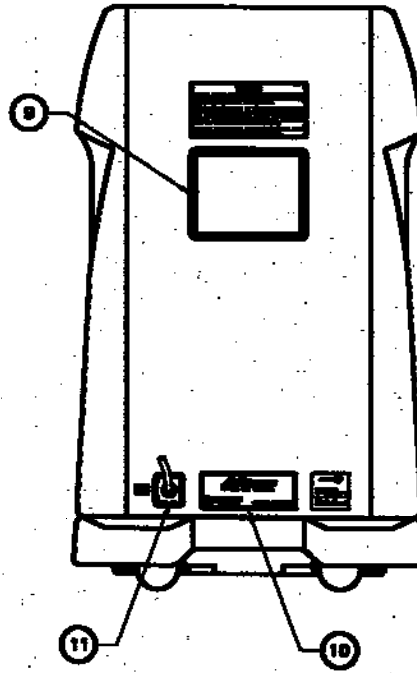

Abb. I.2
I. 2. Rückansicht (Abb. I.2)	3-DE
- I. 2. Rückansicht (Abb. I.2)**